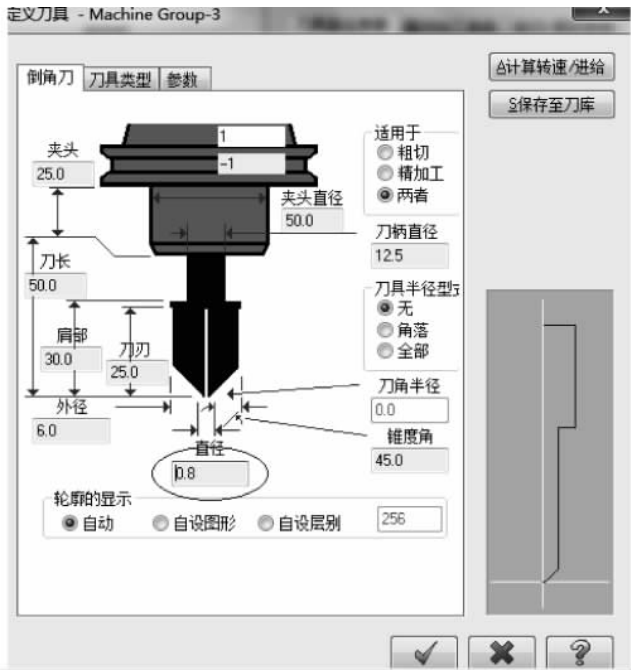

图 5-172
(6) 在弹出的“刀具编辑”对话框中输入刀具直径补正为 0.8,如图 5-172 所示。单击“确定”按钮,结束刀具参数编辑。